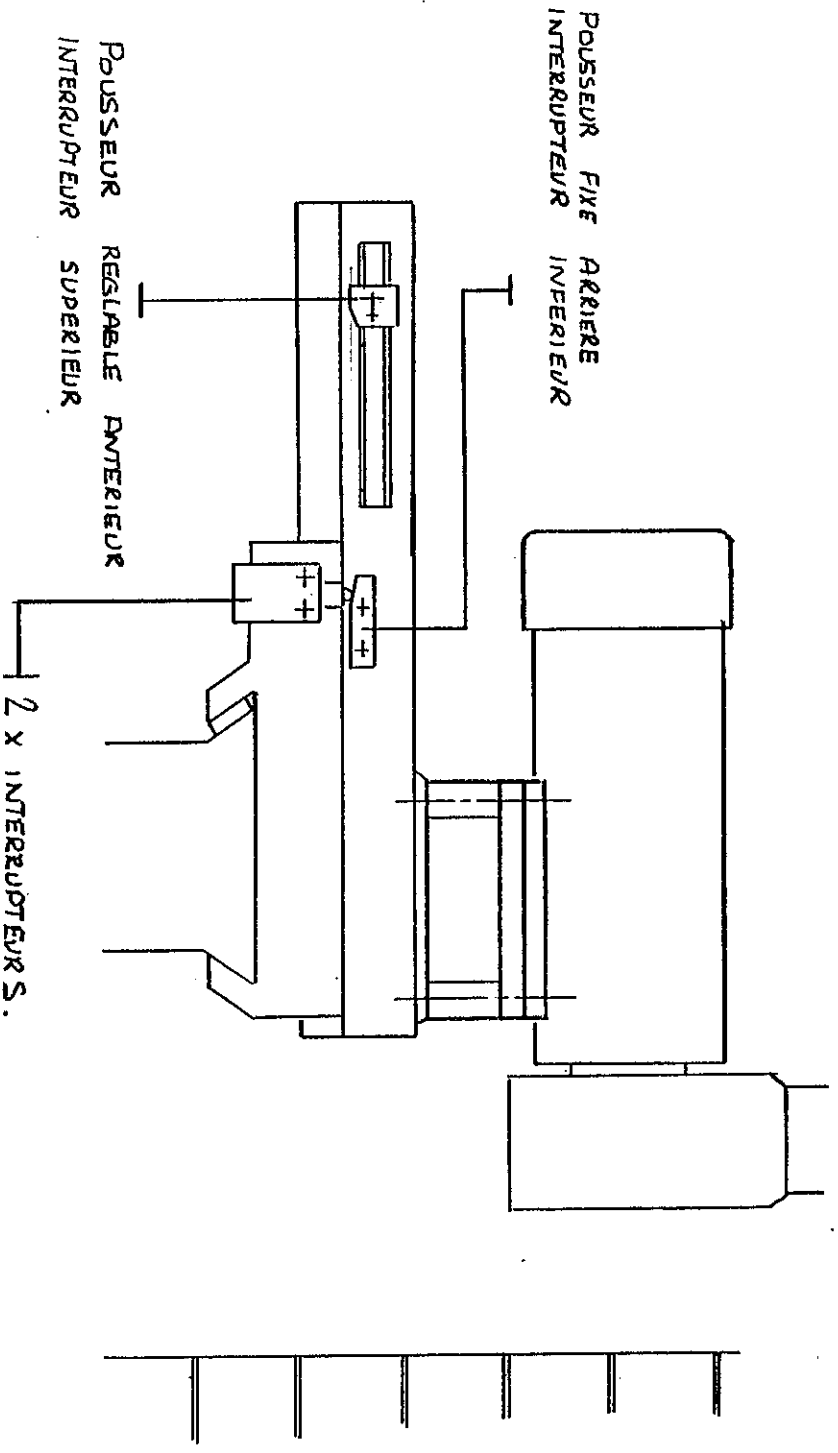

FIGURE 13 BUTTER FIXE REGLABLE
6. Vérifier et régler la butée fixe manuelle pour que la garde/l'outil de coupe n'entrent pas en contact avec la poutre sur la course en avant. Voir la figure 13.